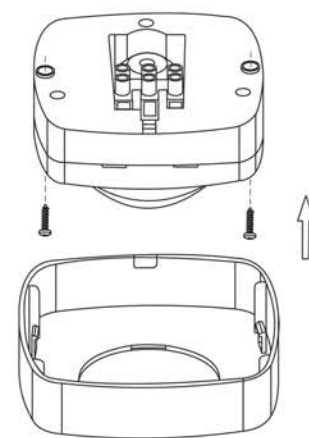

Рисунок 19 – Монтаж ДД 022, ДД 023
5.2.4 Монтаж ДД 022, ДД 023 (рисунок 19)
– С помощью отвертки с плоским жалом отщёлкнуть и снять защитную крышку датчика (рисунок 19).